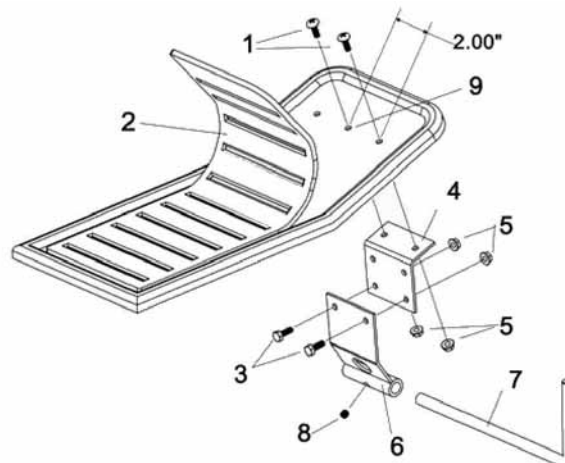
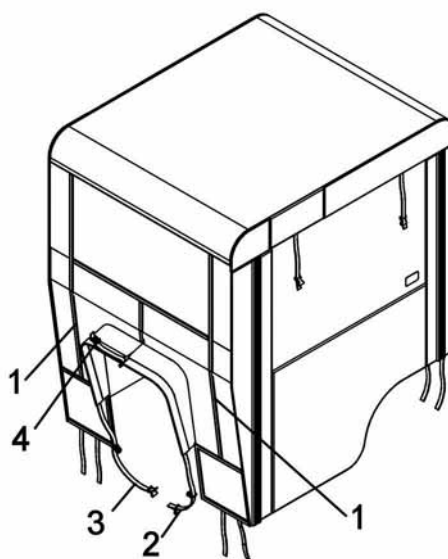

Figure 3
Figure 5
Lorsque l'endroit a été déterminé, percer deux trous 9/32" dans chaque repose-pied. Si nécessaire, décrocher et lever les lisières de caoutchouc sur les repose-pieds. Installer les plaques d'attache avant (fig.3, item 4) sous les repose-pieds en utilisant deux vis mécanique 1/4 x 3/4" (item 1) et écrou à bride (item 5).
Attacher les courroies de velcro pour fixer la cabine en place. Attacher les courroies (fig.5, items 2 & 3) en les passant dans les trous des supports avant (fig.3, item 6). Ajuster les boucles et les attacher ensemble. Ajuster les courroies afin que la boucle (item 4) soit centrée sur le capot après avoir serré toutes les courroies.